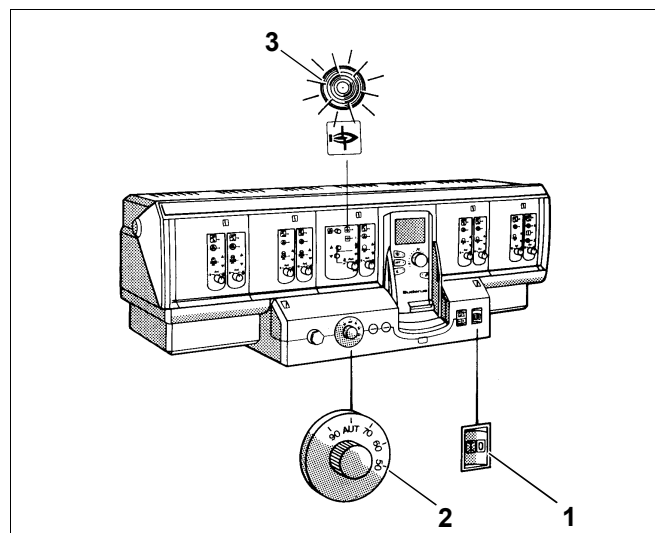

Fig. 1 Regulación p.e. Logamatic 4311
- Abra la tapa transparente (Fig. 1).
- Coloque el interruptor de servicio (Fig. 1, **Pos. 1**) en posición I (CON).
- Ajuste el termostato de trabajo de la caldera (Fig. 1, **Pos. 2**) en posición AUT (regulación con sonda exterior; ajuste en fábrica).
- Coloque el interruptor de servicio (Fig. 1, **Pos. 1**) en posición 0 (DES).
La avería del quemador se indica en el quemador y en el equipo regulador mediante la señalización (Fig. 1, **Pos. 3**) o en el display.